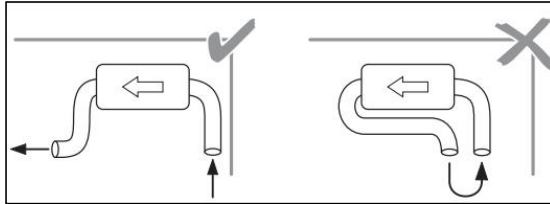

Рис. 6. Вход холодного воздуха и выход теплого воздуха
- Имеется ли короткое замыкание в воздушном потоке между входом холодного воздуха и выходом теплого воздуха нагревателя (Рис. 6) (для предотвращения прямого попадания выходящего газа горячего воздуха во входное